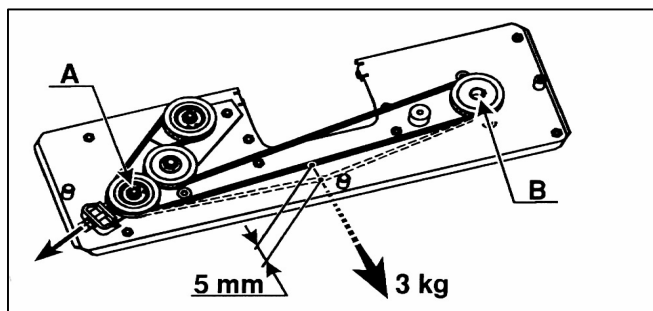

Fig. 36
### RIEM MAAIDEK fig. 36
5. Regel de moer M10 totdat ze de specifieke spanning van fig.36 heeft bereikt.
Getande riem maaier	zie fig.36